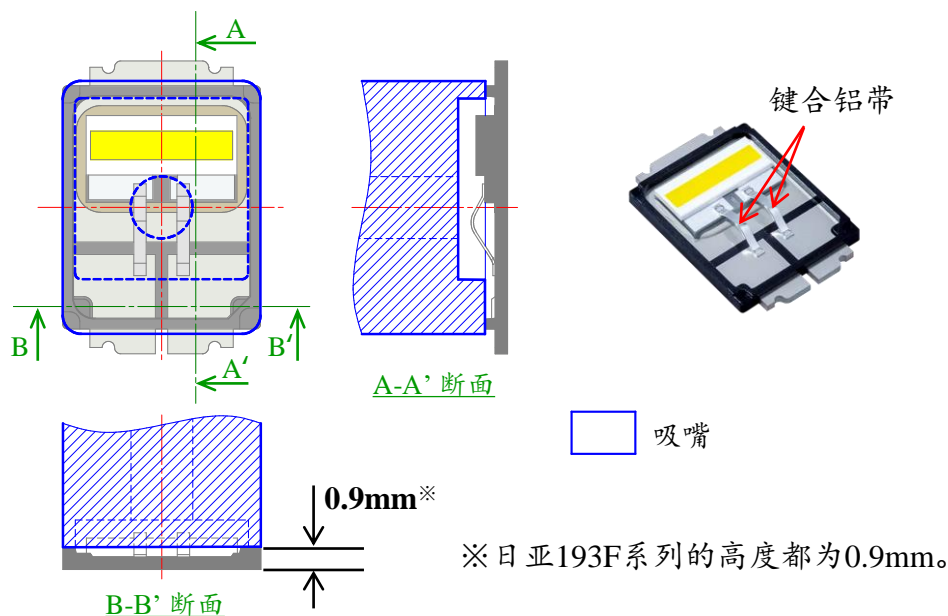

图4. 日亚193F系列的吸取位置 (例: NC5W193F)
2) 吸取位置应让吸嘴中心对应本产品的中心。另外这时还应确认吸嘴的朝向是否正确。(如图4所示)